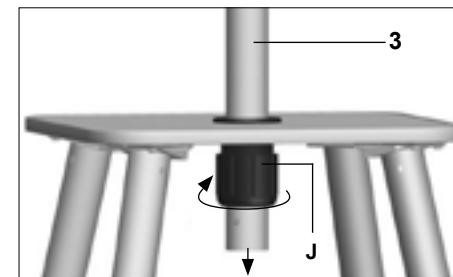

Abbildung 3
Zum Verkleinern des Gerätes z. B. zum Transport oder zur Lagerung (siehe Punkt VII. Seite 8), lösen Sie den Kunststoffadapter (J) (siehe Abbildung 3) und lassen die Säule (3) vorsichtig nach unten sinken. Vorsicht beim Versenken! Säule beim Lösen des Kunststoffadapters festhalten. Nehmen Sie genug Abstand zum Gerät, so dass es durch das Herablassen des Reflektors zu keinen Verletzungen kommt. Der Reflektor lässt sich durch das Lösen der 3 Muttern demontieren.